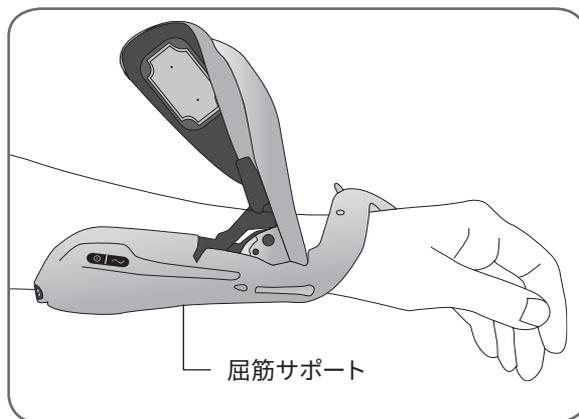

図 10-3: 屈筋サポートを取り外す
4. 伸筋ウィングを開いた状態で (図 10-3 参照)、屈筋サポートを前腕の下から取り外します。